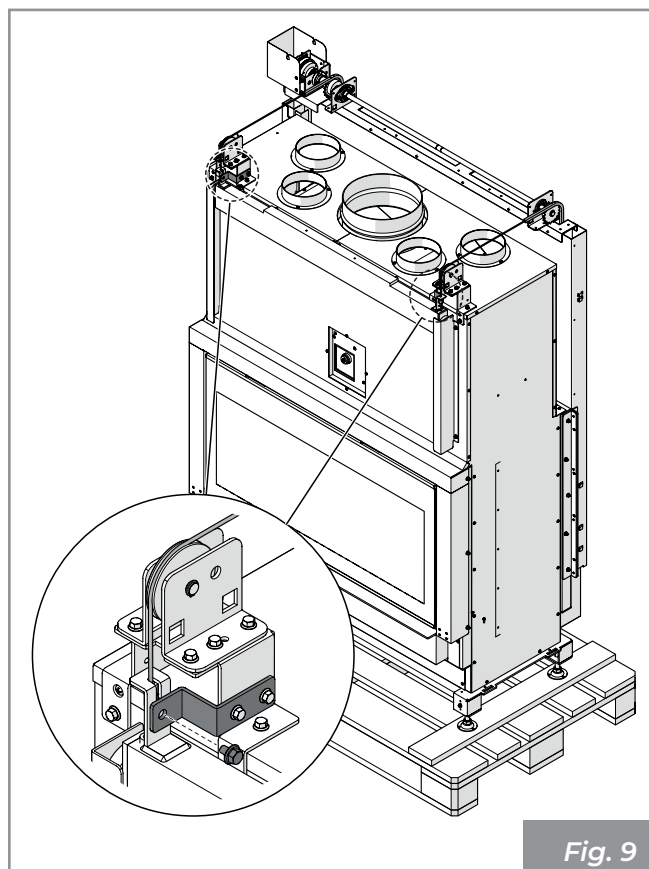

Fig. 9
- Assicurarci che le funi siano nella gola delle pulegge quindi, sbloccare il contrappeso rimuovendo le fascette e le staffe di fissaggio (Fig. 9).